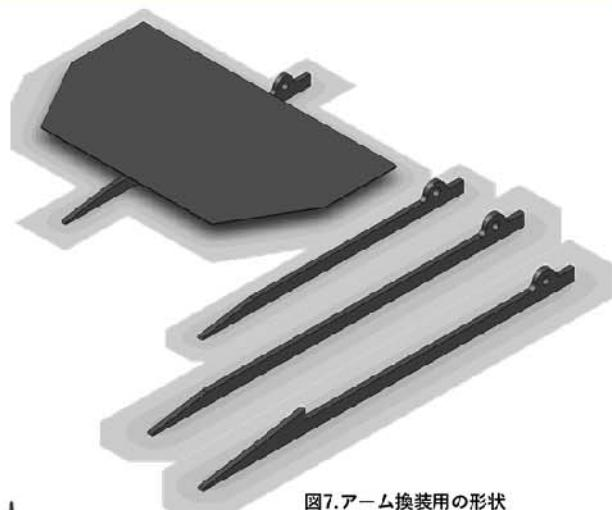

図7.アーム換装用の形状
- アームの形状は換装用に数種類用意しており、対戦相手の機体によって換装できるようになっている。ただし、駆動に用いるリンク機構は交換しないため、アームの軌跡や構造は変わらず、機体重量、スタート姿勢時の長さも試合規定を満たす構造となっている。図7に換装用のアームを示す。